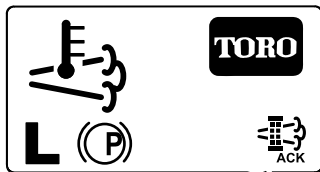

Bild 49
8. Im InfoCenter wird der Homebildschirm angezeigt; das Symbol für die Bestätigung der Regenerierung (Bild 49) wird unten rechts auf dem Bildschirm angezeigt, wenn die Regenerierung ausgeführt wird.